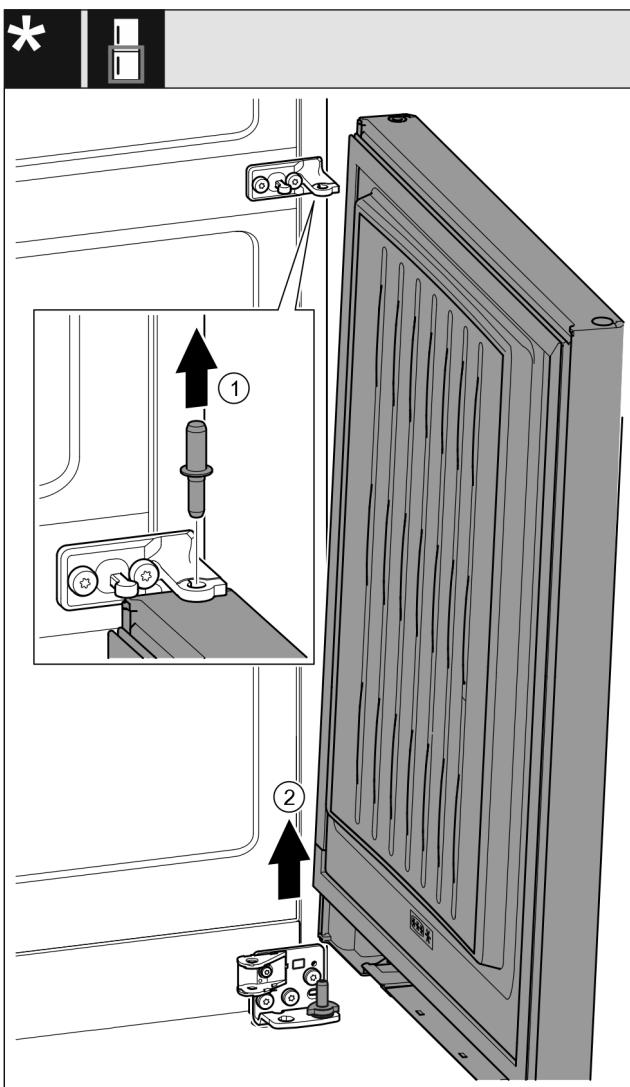

Fig. 23 *
- Bolzen nach oben herausziehen. Fig. 23 (1)*
- Tür herausschwenken, nach oben ziehen und beiseitestellen. Fig. 23 (2)*